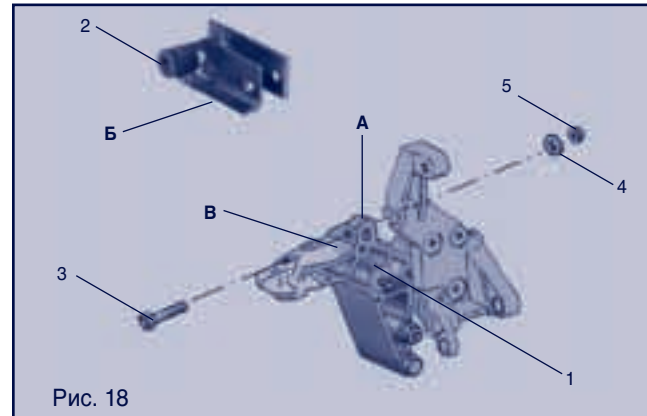

Рис. 18
Установка кронштейна натяжного ролика на двигателях 21083-80, 2110, 2111-16, 2111-00. Рис. 18
1. Установить на кронштейн правой опоры двигателя поз. 1 рис. 18 кронштейн натяжного ролика поз. 2 рис. 18. Крепёжные элементы кронштейна натяжного ролика должны охватывать технологическое ушко «А» кронштейна правой опоры с двух сторон. Нижняя плоскость «Б» кронштейна натяжного ролика должна плотно прилегать к плоскости В кронштейна опоры. Закрепить кронштейн болтом поз. 3 с шайбой поз. 4 и гайкой поз. 5 рис. 18.